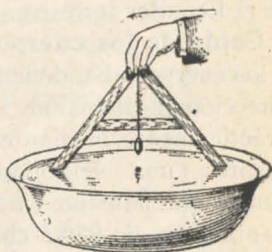

Fig. 5.—Las direcciones del hilo a plomo y superficie del agua tranquila son perpendiculares.
2) Suspenda el **hilo a plomo** sobre un lavatorio con agua, de tal modo que el plomo quede sumergido y en completo reposo. Mida en seguida con un transportador el ángulo que forma el hilo con la superficie del agua. ¿Cuántos grados tiene? ¿Cómo son, entonces, estas dos direcciones? Fig. 5. ¿Qué aparatos ha visto Ud. usar para determinar la dirección horizontal?